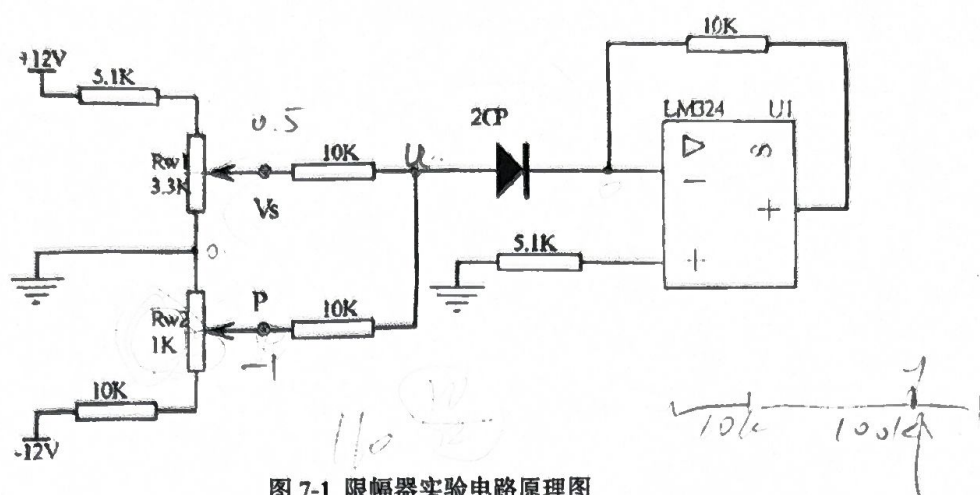

图 7-1 限幅器实验电路原理图
- 1) 在实验箱上按图 7-1 搭接好实验线路。电源 $V_{CC} = +12V$, $V_{EE} = -12V$ 。